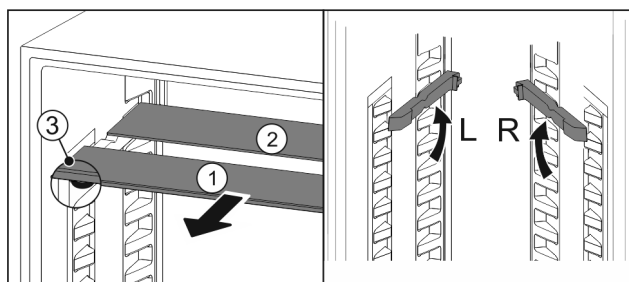

Fig. 123
- ▶ Glasplatten einzeln nach vorne herausziehen *Fig. 123 (1)*.
- ▷ Glasplatte *Fig. 123 (1)* mit Zierleiste liegt vorne.
- ▷ Stopps *Fig. 123 (3)* zeigen nach unten.